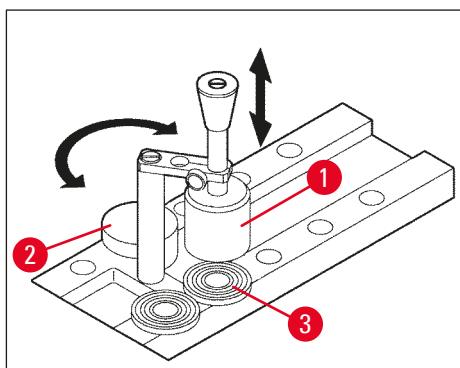

Fig. 14
4. Plasser prøveskiven med prøve i én av de 10 åpningene i hurtigfrysehylle (→ "Fig. 14") og frys.